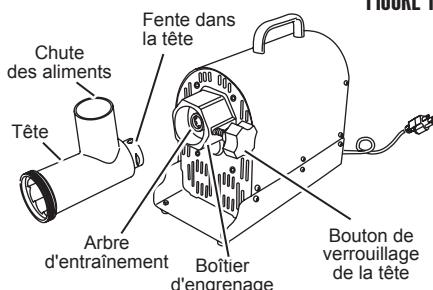

FIGURE 1
1. Veuillez vous assurer que le hachoir à viande est débranché. Insérer la tête dans le boîtier d'engrenage avec la chute des aliments faisant face toute droite. Les fentes de la tête doivent être alignées avec l'ouverture piriforme à l'intérieur de carter d'engrenages. S'assurer que la tête est correctement logée dans le boîtier d'engrenages (**FIGURE 1**).